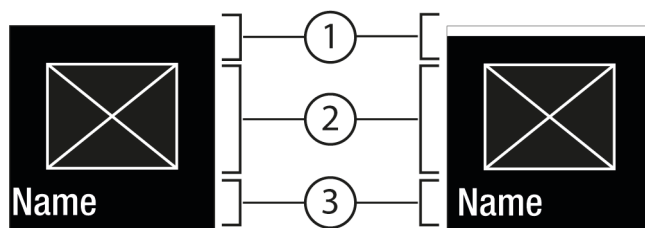
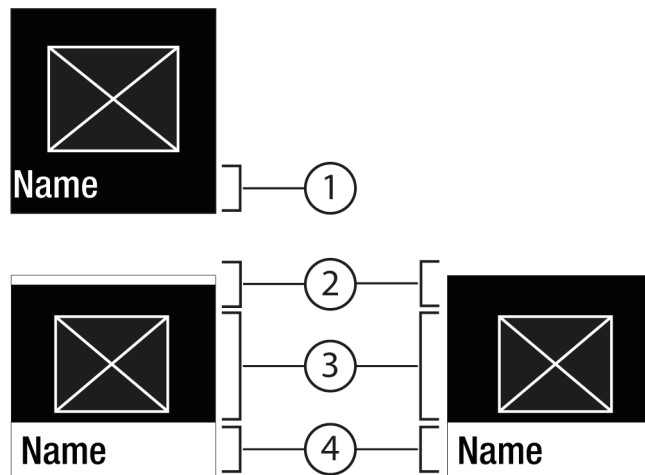

Fig. 6
Fig. 7
- Con Confirmar *Fig. 5 (2)* se accede al submenú *Fig. 7 (4)*.
- Ajustar un nuevo valor: con Confirmar *Fig. 5 (2)* se selecciona un valor desactivado *Fig. 6 (1)*.
- Volver al menú: con Confirmar *Fig. 5 (2)* se selecciona el valor ya activado *Fig. 6 (2)*.
- ▷ Aparece el estado: activado *Fig. 6 (1)* brevemente en el submenú *Fig. 7 (4)*.